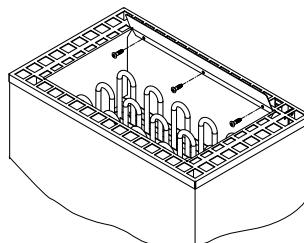

Abb. 5
- Befestigen Sie das beiliegende Luftpfeileblech wie in Abb. 5 dargestellt. Hierzu die mittlere Schraube in der Abdeckung zuerst lösen und wieder mit dieser und zwei weiteren Blechschrauben 4,2 x 9,5 aus dem Polybeutel befestigen.